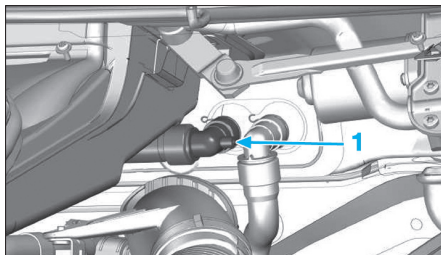

Fig. 20
- Ouvrir la vis de purge sur la durit (1) (Fig.20).
- Accoupler un tuyau transparent sur la vis de purge (1) (Fig.20).